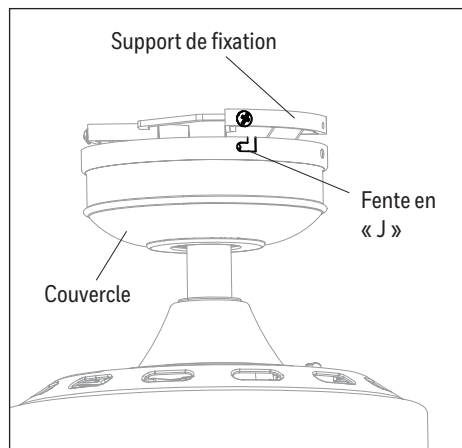

Figure 5.2
2. Soulevez le couvercle en vous assurant que les deux vis du support de fixation sont alignées sur les fentes en « J » du couvercle. Tournez ensuite le couvercle dans le sens des aiguilles d'une montre jusqu'à ce que les vis du support de fixation soient complètement engagées dans les fentes en « J » (Figure 5.2).